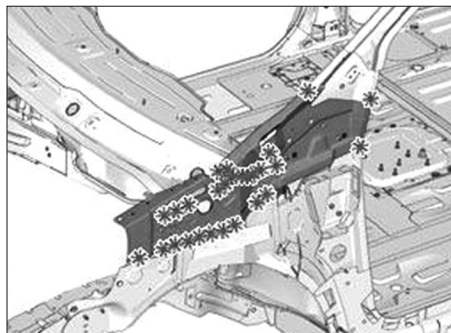

FIG. 26
- Découper les points (Fig.26).